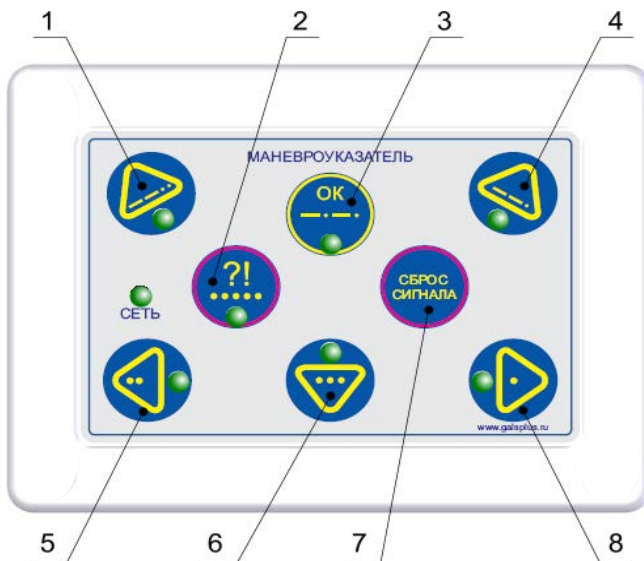
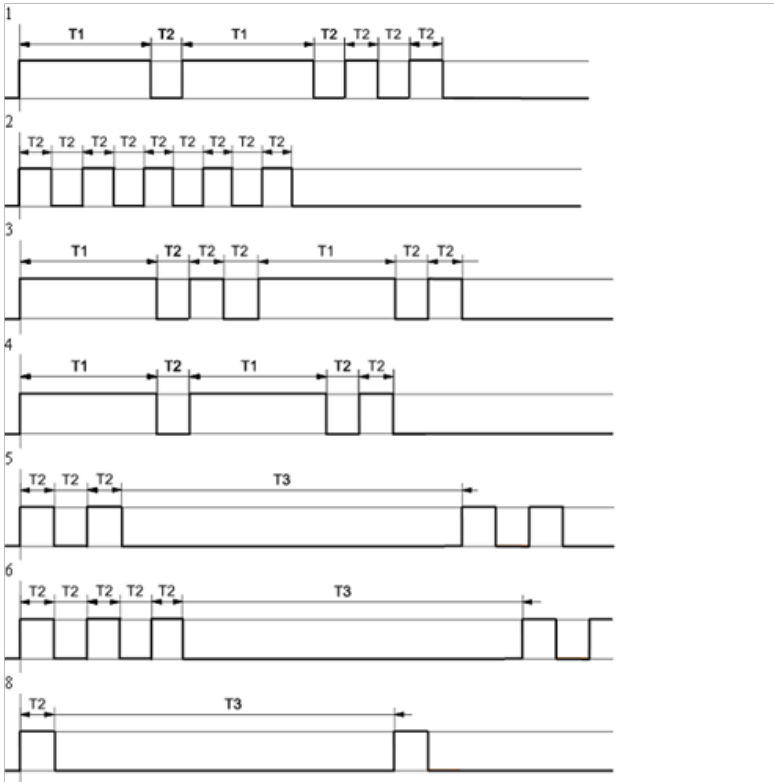

Рис. 3
Рис. 4
4.2 Включение какого либо сигнала маневроуказания производится нажатием соответствующей кнопки на пульте управления (Рис. 3), при этом загорается зеленый индикатор, расположенный в непосредственной близости от нажатой кнопки, выходные контакты замыкаются и размыкаются, а фонарь – загорается и гаснет в соответствии с временными диаграммами (Рис. 4):